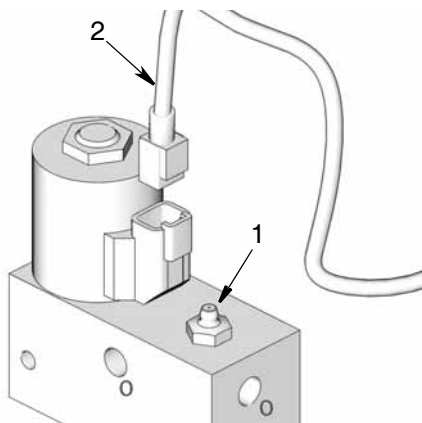

ABB. 4
5. Verbinden Sie den Kabelsteckanschluss (2) mit dem Magnetventil (1) (ABB. 4).